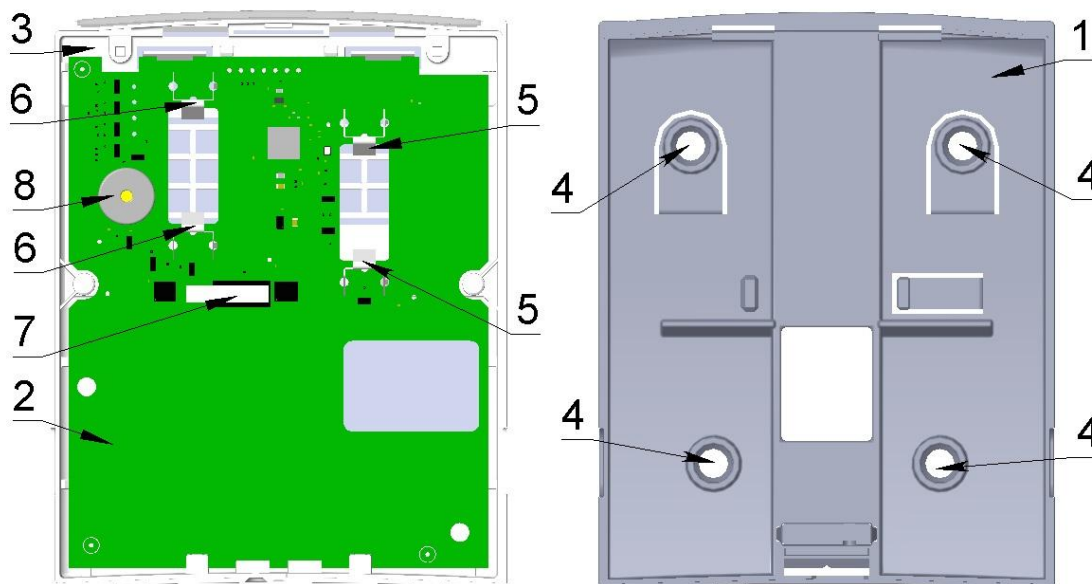

Рисунок 2 – Плата КЛ в крышке и основании.
КЛ состоит из основания корпуса (1), печатной платы (2), установленной в крышке (3). На основании корпуса (рис. 2) расположены четыре отверстия для крепления на плоскость конструкции (4).